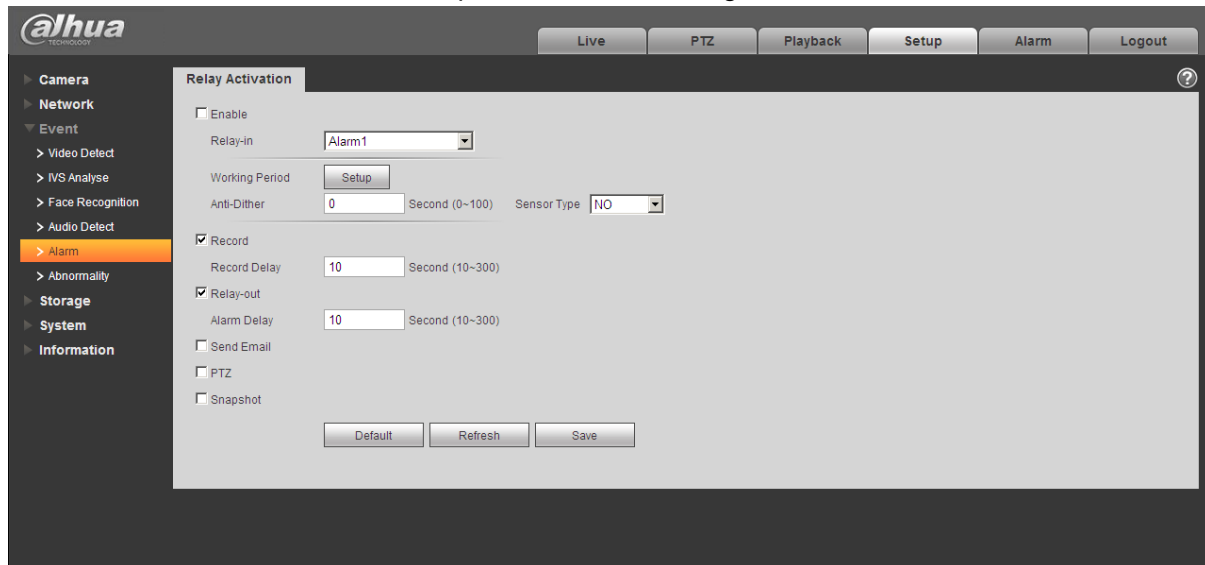

Figura 1–3 Alarma
La interfaz de la función de alarma aparece como en la Figura 1 –3.
- Paso 1 Conecte el dispositivo de entrada de alarma al puerto de entrada (IN) en los conectores E/S del panel trasero.
- Paso 2 Conecte el dispositivo de salida de alarma al puerto de salida (NO) y al puerto público de salida de alarma (C) en los conectores E/S del panel trasero. El puerto de salida de alarma solo es compatible con dispositivos de alarma NA (normalmente abiertos).
- Paso 3 Abra el navegador web; entre en Figura 1 –3. Aquí puede ajustar las configuraciones de entrada de alarma y de salida de alarma. Aquí la entrada de alarma es la entrada de alarma en los conectores E/S del panel trasero (como puerto IN). Luego podrá seleccionar el tipo correspondiente (NA/NC) de acuerdo con el tipo de nivel alto/bajo que la activa cuando ocurre la alarma.
Consulte la figura siguiente para conocer la información de la entrada de alarma. Vea la Figura 1 –4.